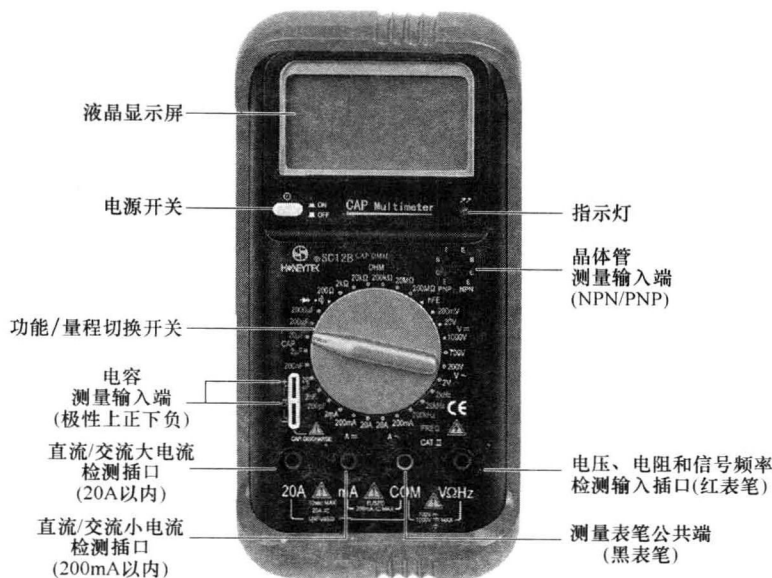

图 1-9 手动量程切换式数字式万用表
① 手动量程切换式数字式万用表。图 1-9 所示为手动量程切换式数字式万用表,这种万用表的价格较低,但操作相对自动量程变换式的比较复杂,因量程选择不合适很容易使万用表过载。